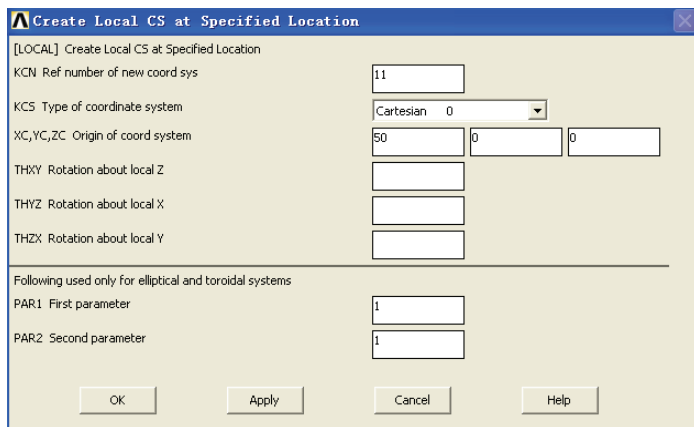

图 8-18 创建局部坐标系对话框
10) 选择 Utility Menu | WorkPlane | Local Coordinate Systems | Create Local CS | At Specified Location 命令, 出现 Create CS at Location 拾取菜单, 在输入栏中输入 50, 0, 0, 单击 OK 按钮, 出现 Create Local CS at Specified Location 对话框, 参照图 8-18 对其进行设置, 单击 OK 按钮关闭该对话框。